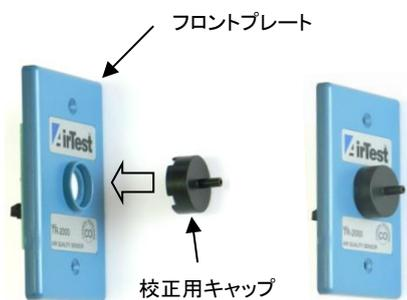

図 9 校正用キャップの取付
2. フロントプレートに付属の校正用キャップを差し込みます。(図 9)